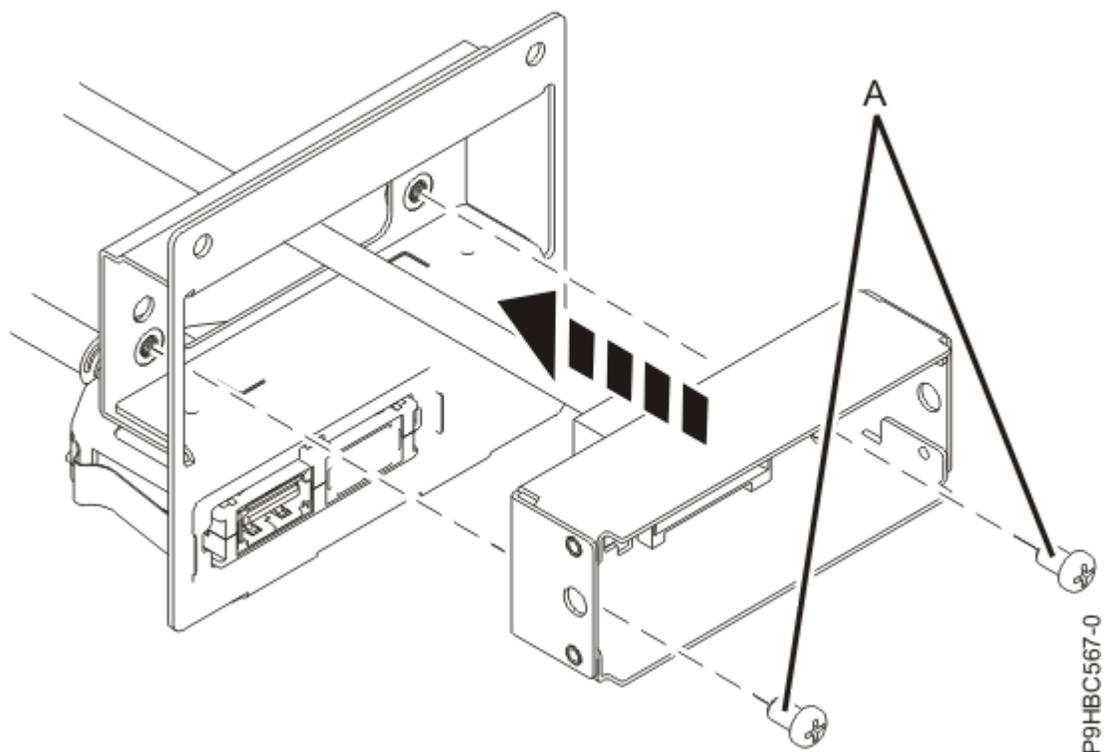

Figura 117. Instalar o cabo do ecrã do painel de controlo na caixa para um sistema montado em bastidor
2. Para o sistema montado em bastidor, instale o cabo do ecrã do painel de controlo na caixa ao utilizar os dois parafusos **(A)** conforme apresentado na Figura 117 na página 124.